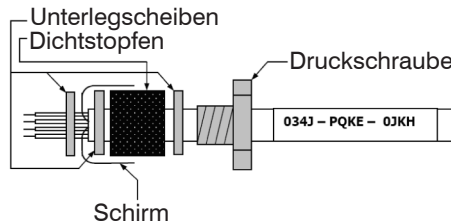

Abb. 11 Kabelmontage
- ➡ Schieben Sie nacheinander die Druckschraube, Unterlegscheiben, Gummidichtung der Kabelverschraubung, siehe Abb. 11, über das vorbereitete Kabelende.
Nach Modifikation des Sensor-Kalibriercodes ist ein Reset nötig, um die Änderungen zu aktivieren, siehe Abb. 11.